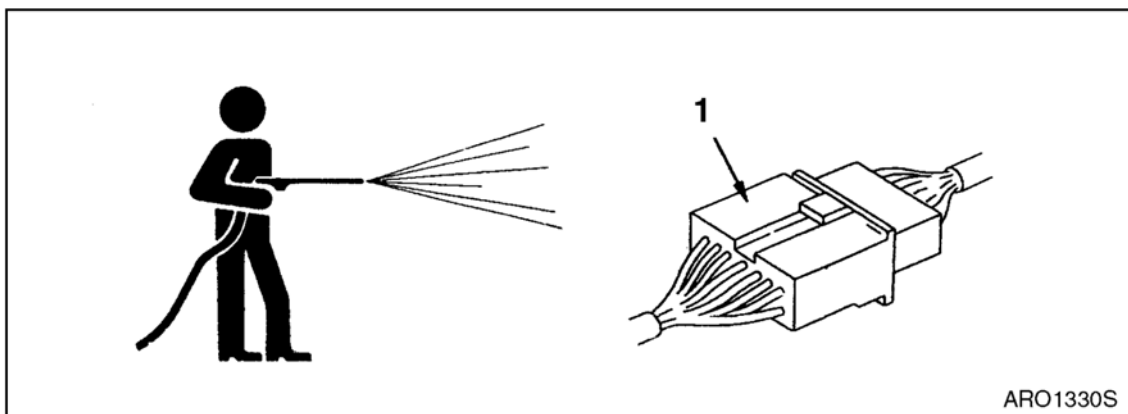

Рис. 26
- Нельзя направлять струю воды непосредственно на электрические компоненты (датчики, разъемы) (1, рис. 26). Попадание воды в электросистему несет опасность нарушения ее работы и возникновения неисправностей.